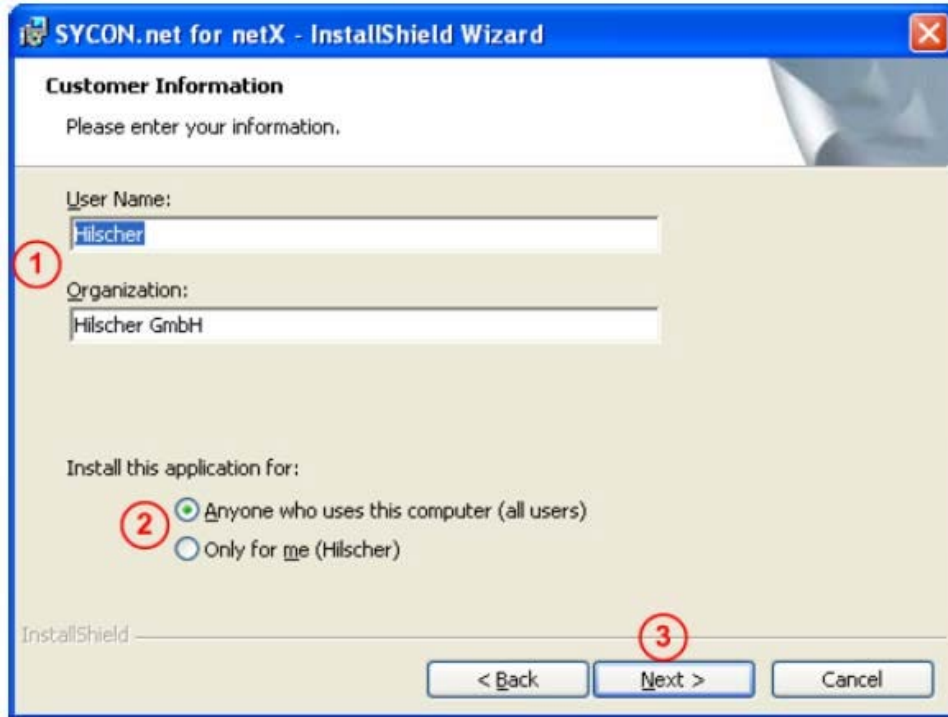

图 8
6) 填写用户名、公司名及软件使用者，单击 Next，进行下一步安装，如图8所示：